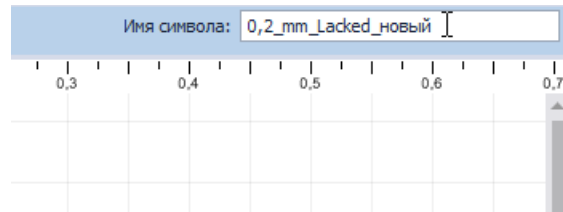

Рис. 117 Ввод имени символа
3. В поле «Имя символа» введите новое название, Рис. 117.